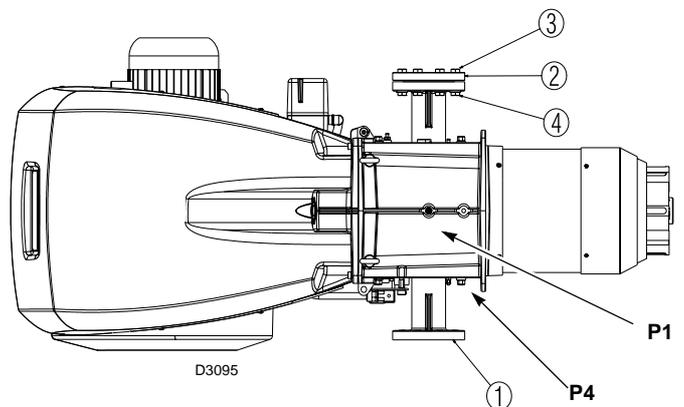

Abb. 24
Die Gasstrecke können mit dem Flansch 1)(Abb. 24) rechts am Brenner angebracht werden.
- P4 - Luftdruck am Flammkopf (Abb. 24)